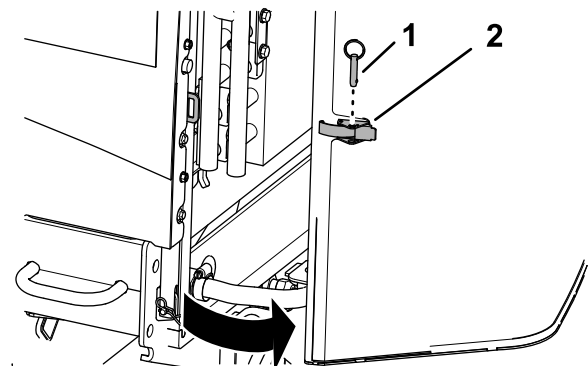

Figure 61
1. Retirez la goupille sphérique du verrou de la protection (Figure 61).